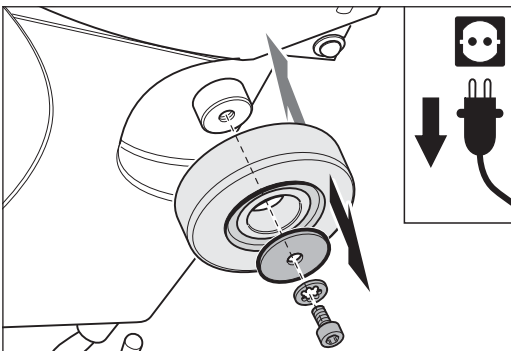
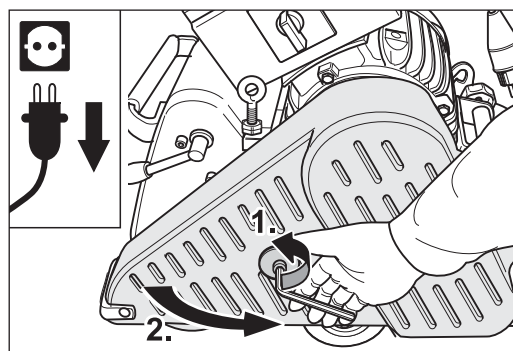

Abb. 91 Die Schraube mit den Scheiben in der Mitte des Rads entfernen und das Seitenrad abnehmen. Der Zusammenbau erfolgt in umgekehrter Reihenfolge.
Abb. 94 Den Netzstecker aus der Steckdose ziehen und den Riemenschutz öffnen.
- 3 Lösen Sie die Schraube in der Mitte des Seitenrads und entfernen Sie die Schraube und die Scheiben (Abb. 91). Vor dem Ausbau des linken Seitenrads muss der Riemenschutz geöffnet werden (Abb. 94).
- 4 Öffnen Sie den Riemenschutz (Abb. 94).